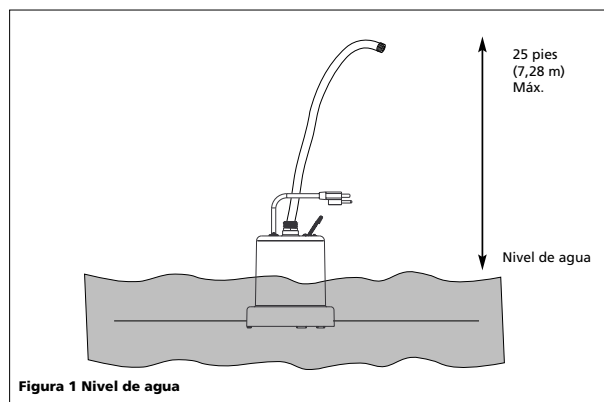

Figura 1 Nivel de agua
- Verifique que la altura de bombeo NO supere los 25 pies (8 m) (vea la Figura 1). Si la altura de bombeo es mayor a 25 pies (8 m), esta bomba NO funcionará.